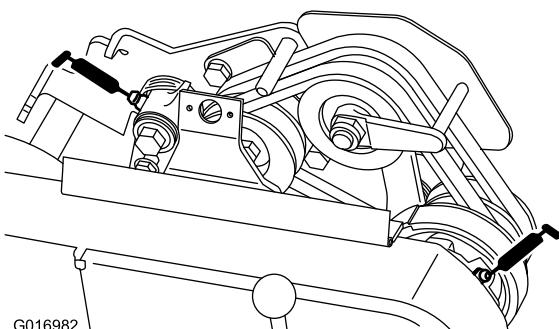

Рисунок 24
- 2 на шарнирах натяжного шкива ремня Рисунок 24).